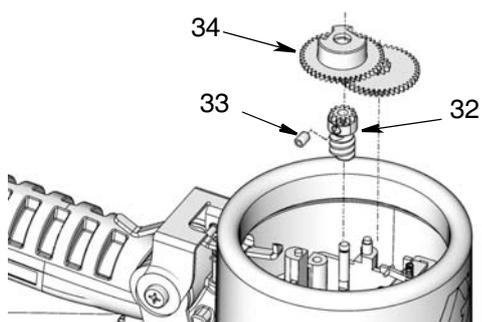

ABB. 32
2. Die Zahnräder (32, 34) anbringen. Die Zahnrad-Stellschraube (33) mit einem 2-mm-Sechskantschlüssel festziehen. (ABB. 32).